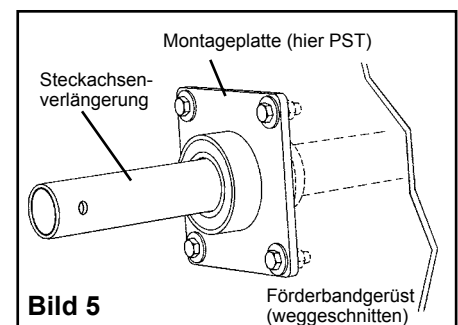

Bild 5
- 5. Einsetzen der Montageplatten.** Schrauben Sie die Montageplatten mit den mitgelieferten Schrauben an dem Förderbandgerüst fest (Bild 5).